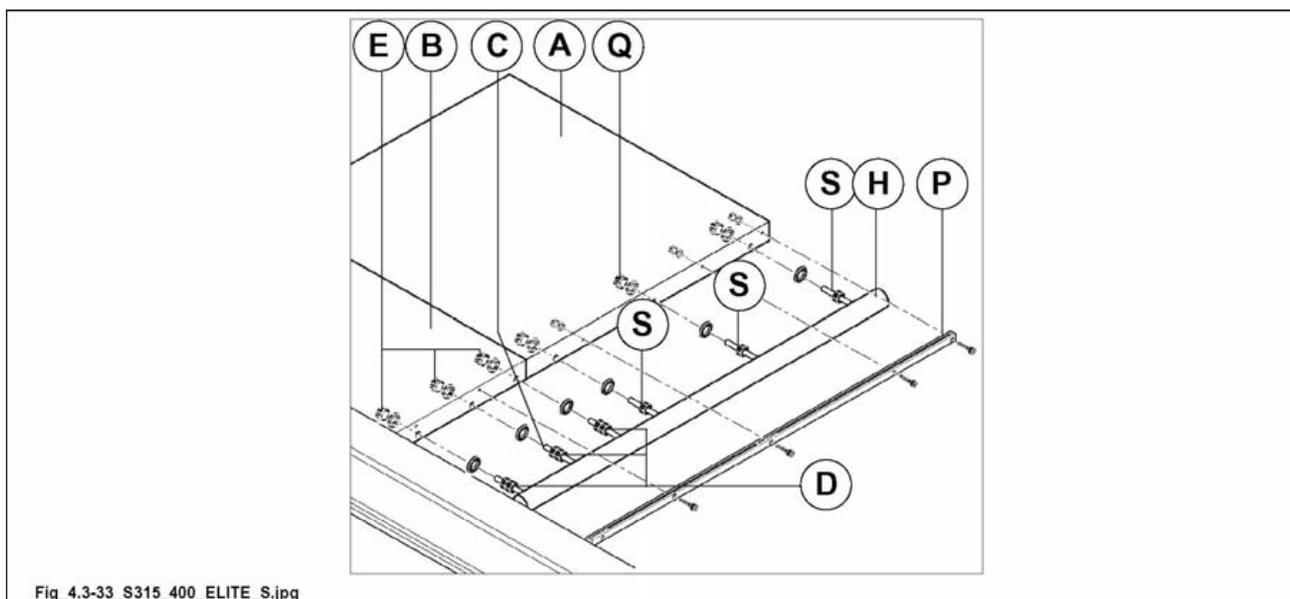

Abb. 4.3-33
die Muttern (D Abb. 4.3-33) nicht lockern, da sie von unseren Technikern für die richtige Positionierung der zylindrischen Führung eingestellt wurden.
- 2) Mutter (E Abb. 4.3-33) anziehen.
- 3) Die Muttern (S Abb.4.3-33) an der zusätzlichen Fläche (A Abb.4.3-33) von Hand anschrauben und achtgeben, daß die Führung (H Abb.4.3-33) dabei nicht verformt wird; abschließend die Muttern (Q Abb.4.3-33) festspannen.
- 4) Kontrollieren Sie, ob die Führung (H Abb.4.3-33) linear ausgerichtet ist und nehmen Sie, falls notwendig, die entsprechenden Einstellungen mit Hilfe der Muttern (S Abb.4.3-33) vor.
- 1) Den Schlauch (mit Zahnstange) (P Abb. 4.3-33-1) montieren und mit einem Probeschnitt prüfen, ob die Breite der Platte der Ablesung auf dem Schild (R Abb. 4.3-33-1) entspricht; falls die richtige Stellung eingestellt werden muss, lockert man die Befestigungsschrauben (T Abb. 4.3-33-1) und positioniert dem Schild (R Abb. 4.3-33-1) neu.